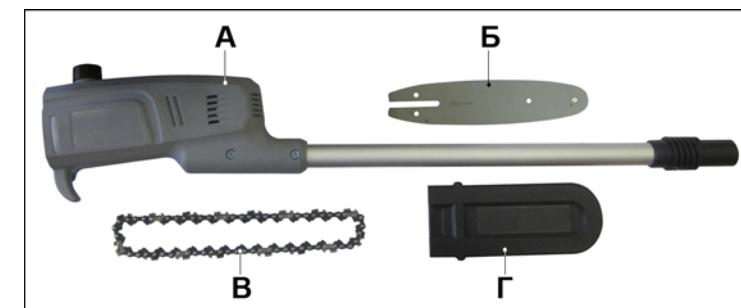

Рис. 1.
3.1. Комплектность представлена на Рис.1 и в Таблице 3.